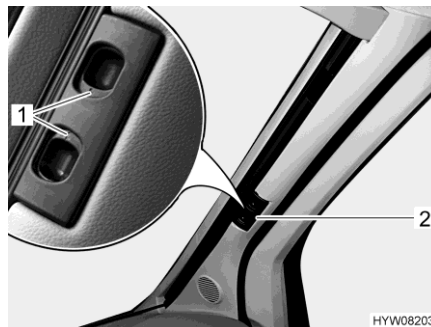

Fig. 109 Estor plegable (luna delantera)
- Presionar los tiradores de desbloqueo (Fig. 109,1) y mantenerlos presionados.
- Tirar el estor plegable para la luna delantera del tirador (Fig. 109,2) hacia el centro de la ventana.
- Empujar ambas mitades del estor plegable para la luna delantera en el tirador (Fig. 109,2) hacia afuera, hasta el tope. Al hacerlo, subir el tirador a la altura de la escotadura de bloqueo.
- Soltar los tiradores de desbloqueo (Fig. 109,1) y dejar que engatillen.